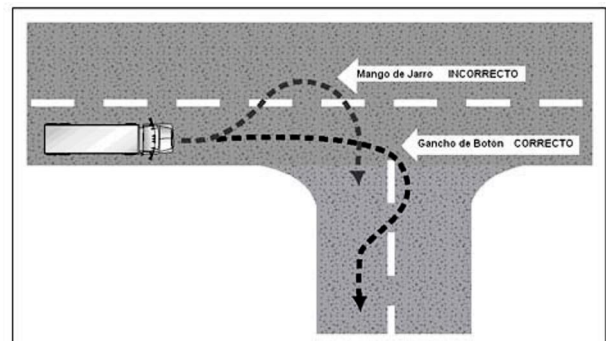

Figura 3.13
- “ Si usted debe cruzar un carril de sentido opuesto para doblar, tenga cuidado con los vehículos que vienen hacia usted. Concédales el espacio que necesitan para pasar o parar. Sin embargo, no dé marcha atrás por ellos, porque podría golpear a alguien detrás de usted. Vea la figura 3.13.